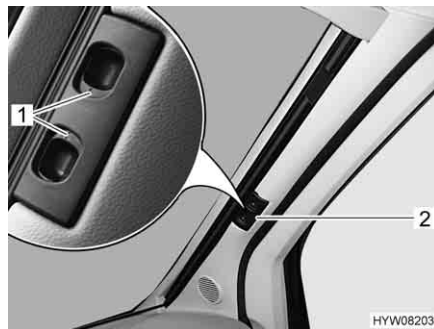

Fig. 87 Tendina oscurante pieghevole per il parabrezza
- Premere le maniglie di sbloccaggio (Fig. 87,1) e mantenerle premute.
- Tirare la tendina oscurante pieghevole del parabrezza per la maniglia (Fig. 87,2) verso il centro della finestra.
- Spingere verso l'esterno le due metà della tendina oscurante pieghevole del parabrezza per la maniglia (Fig. 87,2) fino all'arresto. Durante questa operazione sollevare la maniglia all'altezza della rientranza di bloccaggio.
- Rilasciare le maniglie di sbloccaggio (Fig. 87,1) e mantenerle innestate.